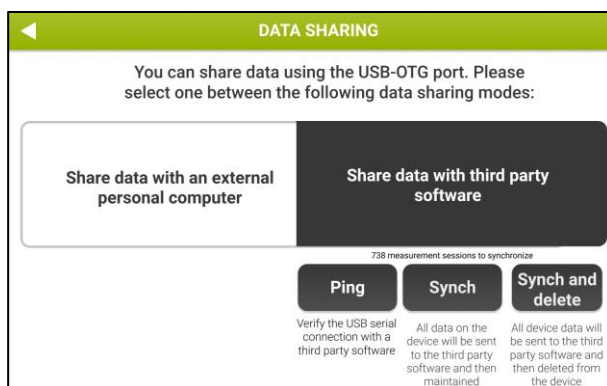

Figura 20 - Opzioni disponibili per condividere dati con un software di terza parti
3. Dopo il riavvio, accedere alla stessa schermata (Admin - Data Sharing - Data Sharing via USB-OTG); ora sono visualizzati altri tre pulsanti: *Ping*, *Sync* e *Sync and Delete* (Figura 20).